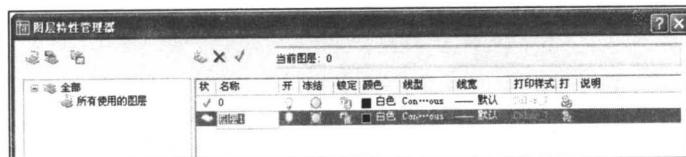

图 1-2 新建图层
(1) 选择菜单“格式”→“图层”选项或单击“图层”工具栏中的“图层特性管理器”按钮 ，弹出其对话框。单击对话框中的“新建图层”按钮 或回车，新建一个图层，如图 1-2 所示。
(2) 删除默认的图层名称，输入图层的名称为“边界线”。